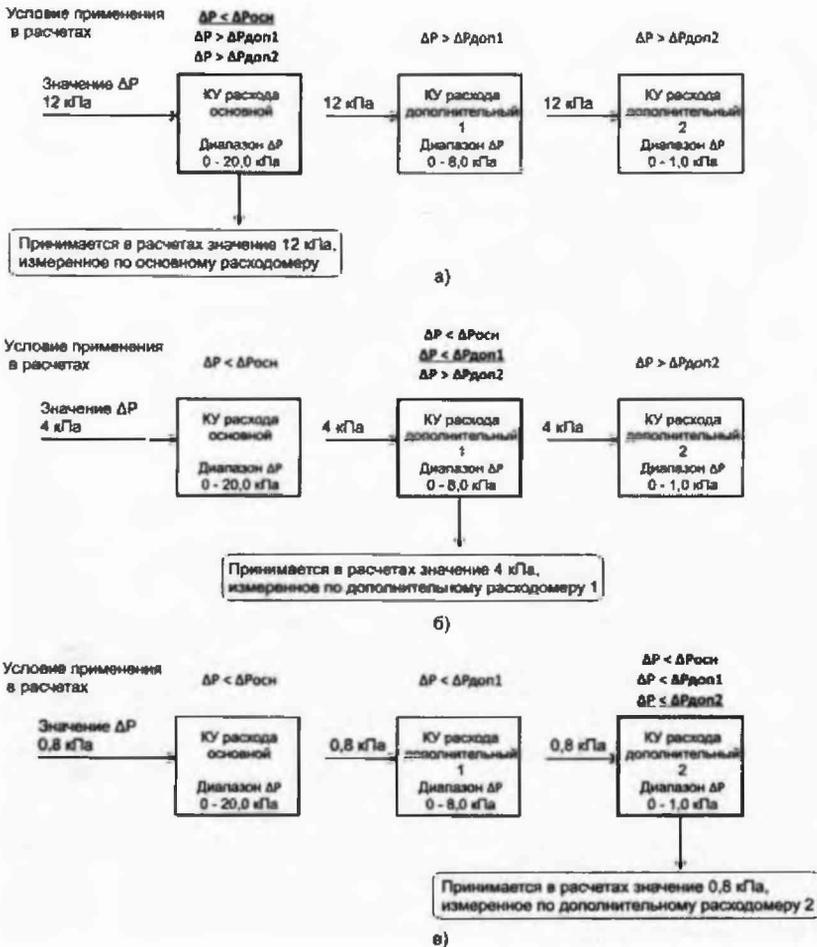

Рисунок 2.10 – Применение значения расхода в расчетах
1) Если значение расхода находится в рабочем диапазоне только основного расходомера $\Delta P_{осн}$ и превышает диапазоны $\Delta P_{доп1}$ и $\Delta P_{доп2}$ – в расчете используется значение расхода, измеренное по основному расходомеру (см. рисунок 2.10 а);
2) Если значение расхода находится в рабочем диапазоне $\Delta P_{осн}$ и $\Delta P_{доп1}$ и превышает диапазон $\Delta P_{доп2}$ – в расчете используется значение расхода, измеренное по первому дополнительному расходомеру (см. рисунок 2.10 б);
3) Если значение расхода находится в рабочем диапазоне $\Delta P_{осн}$, $\Delta P_{доп1}$ и $\Delta P_{доп2}$ – в расчете используется значение расхода, измеренное по второму дополнительному расходомеру (см. рисунок 2.10 в).